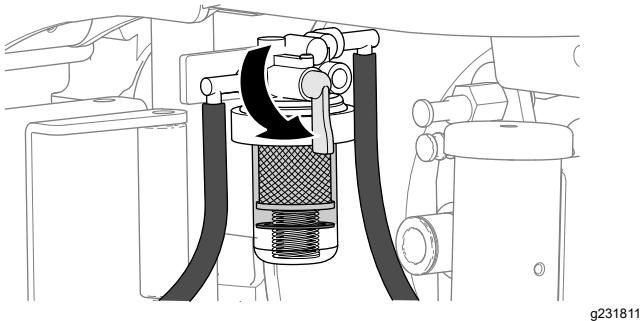

Figura 67
- Se c'è acqua nel pozzetto del filtro del carburante, ruotate la valvola di esclusione del carburante del separatore carburante/acqua in posizione di CHIUSURA (Figura 67) e seguite i passaggi descritti in **Spurgo dell'acqua dal pozzetto del carburante** (pagina 55).